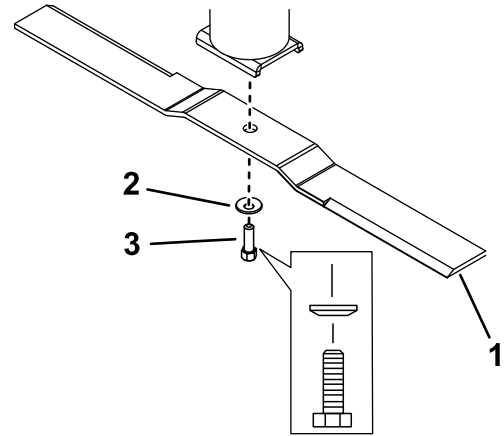

Bild 37
2. Entfernen Sie die Messerschraube, Wellenscheibe und das Schnittmesser von der Spindelwelle (Bild 37).
1. Setzen Sie das Messer auf die Spindelwelle (Bild 37).
2. Setzen Sie eine neue Wellenscheibe (gebogene Seite in Richtung Schnittmesser) und Messerschraube ein (Bild 37).